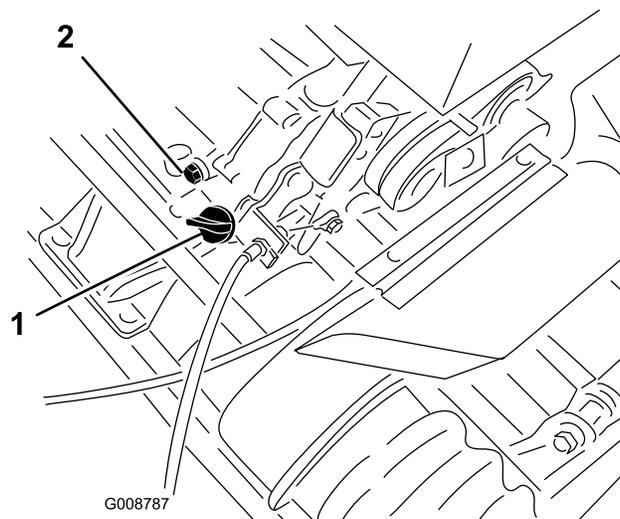

Рисунок 22
1. Установите машину так, чтобы двигатель располагался горизонтально, и очистите область вокруг масломерного щупа (Рисунок 22).
2. Поместите сливной поддон под сливную пробку в задней части машины (Рисунок 22).